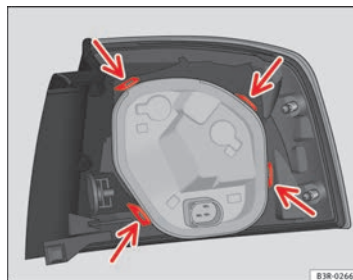

Fig. 229 Fije el portalámparas en la unidad de luz trasera
- Compruebe que las cuatro lengüetas hayan encastrado ⇒ fig. 229 -flechas-.